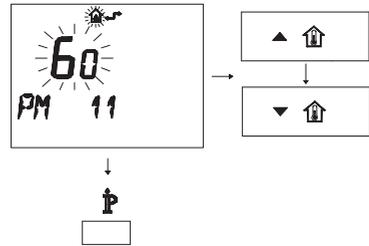

Figura 5.48
- Per modificare il SET programmato agire sui pulsanti ▲ **UP** o ▼ **DOWN** e aspettare che il numero programmato cominci a lampeggiare (Figura 5.48). Ogni passo incrementato o decrementato corrisponde a 1 secondi.